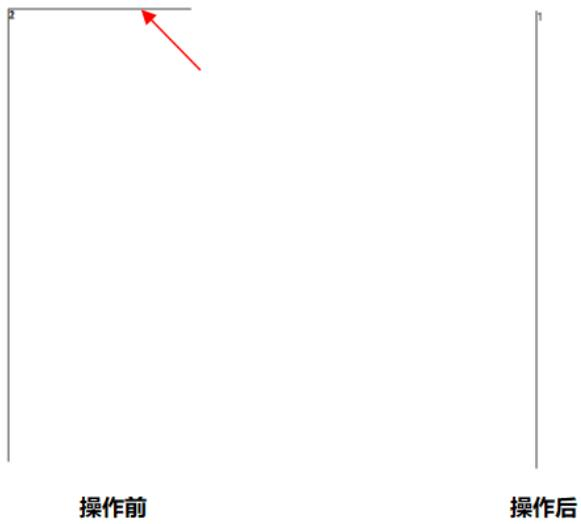

图 5.11.2 删除短线操作示意
③点击确认按键后，画布中的短线会被删除。操作示意如下图 5.11.2 所示